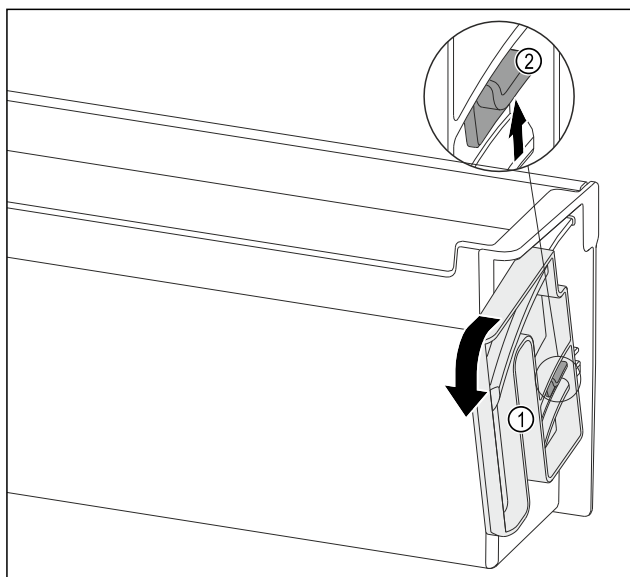

Fig. 133
- Tourner l'unité de rotation Fig. 133 (1) dans le sens indiqué jusqu'en butée.
- Pousser la languette Fig. 133 (2) vers le haut et retirer l'unité de rotation Fig. 133 (1).